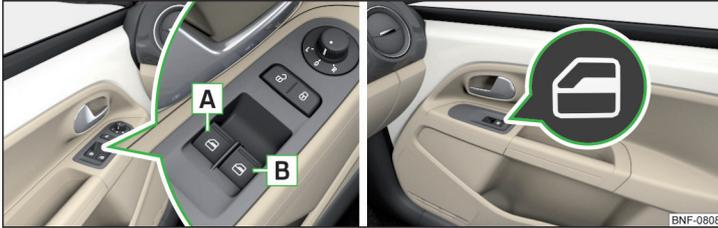

Fig. 34 Teclas de los elevalunas
**Teclas de los elevalunas** » fig. 34